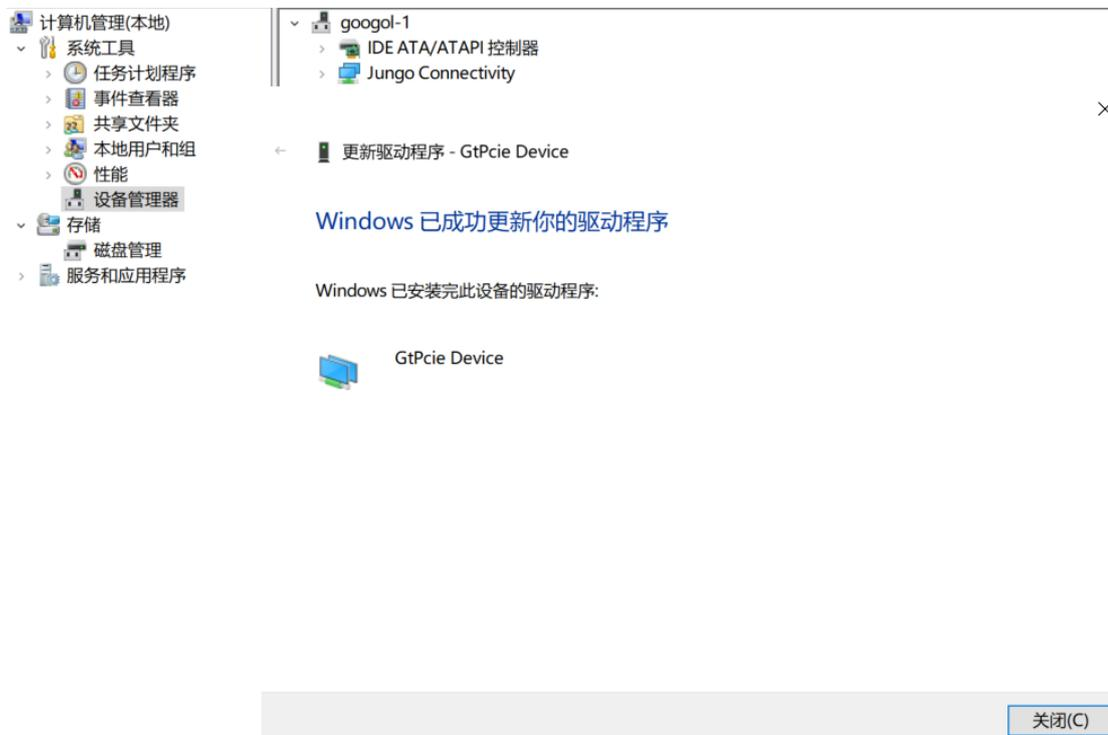

图 2-5 控制卡驱动程序安装界面 5
(6) 如图 2-5所示，勾选 “始终信任来自”固高科技(深圳)有限公司的软件(A)”，点击“安装(I)”。